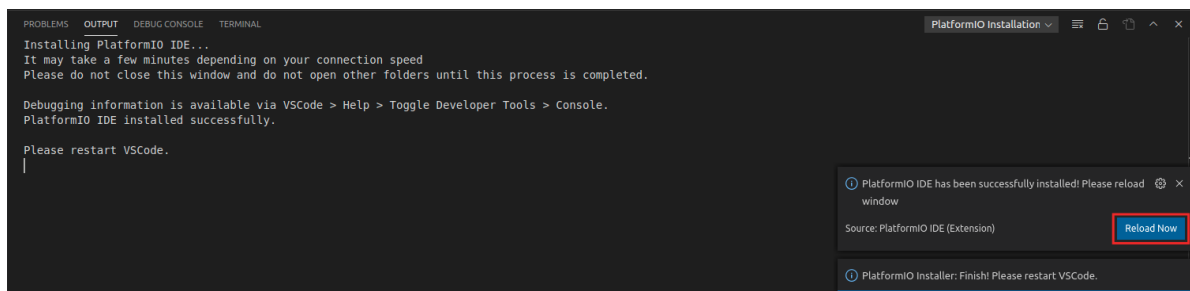

Figura 32. Recarga ahora después de la instalación de PlatformIO
- e. La ventana de SALIDA en la parte inferior le informará sobre el proceso de instalación. Una vez finalizado, haga clic en "Recargar ahora" en la ventana inferior derecha, y PlatformIO se instalará dentro de VSCode (ver Figura 32).